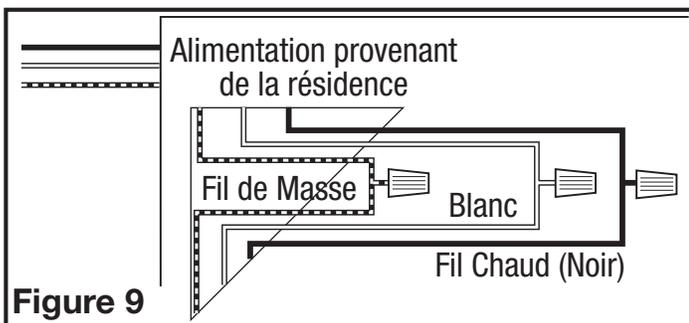

Figure 9
3. Par là où vous avez choisi d'accéder à la boîte de jonction du ventilateur, connecter le fil Blanc provenant de la résidence au fil Blanc du réceptacle du ventilateur. Connecter le fil Noir de l'interrupteur mural au fil Noir du réceptacle du ventilateur. Connecter le fil de mise à la terre provenant de la résidence au fil Vert du réceptacle du ventilateur (Figure 9). Utiliser des méthodes approuvées pour toutes les connexions.